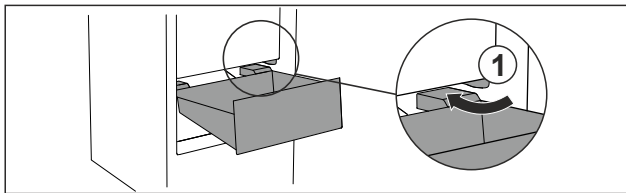

Fig. 22
- Far passare il cassetto intorno ai fermi Fig. 22 (1) inclinandolo.